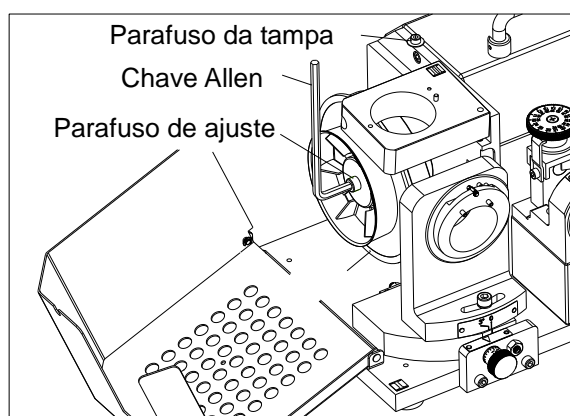

Fig. 23
- 3) Solte o parafuso para abrir a tampa com uma chave Allen 3MM Allen conforme direção mostrada na etiqueta, substitua o rebolo, e reinstale todas as peças na ordem. **(Fig. 23 e 24)**